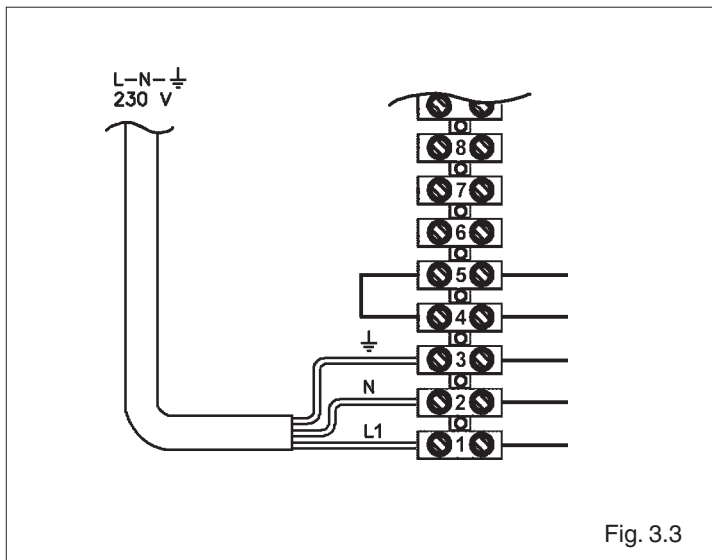

Fig. 3.3
- Togliere il coperchio di protezione (A) dalla carenatura svitando le due viti di fissaggio (fig. 3.3)
- si può quindi accedere ai morsetti effettuando i collegamenti elettrici (fig. 3.3)
- collegamento dell'alimentazione elettrica (fig. 3.3)